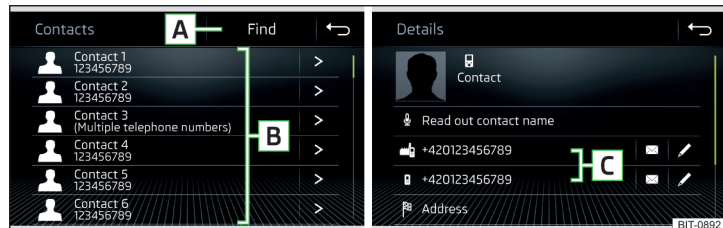

Fig. 199 Liste des contacts téléphoniques/détails du contact
- Dans le menu principal *Téléphone*, appuyez sur la touche de fonction. 📄, une liste des contacts téléphoniques s'affiche » fig. 199.